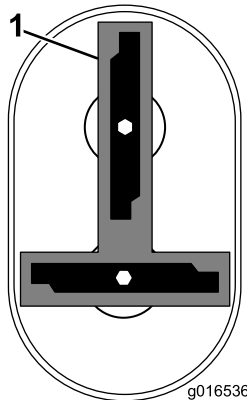

Figure 46
**Remarque:** Les lames devraient être perpendiculaires et former un « T » renversé, comme montré à la Figure 46.